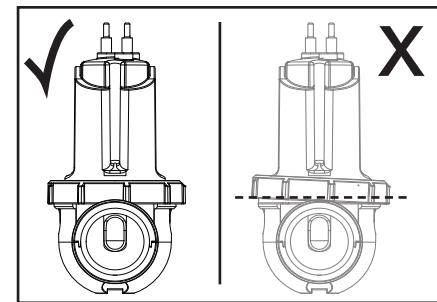

Figura 15. Nivel del anillo asegurador
**NOTA** Asegúrese de que el anillo este a nivel al engancharlo con el enroscado de la abrazadera (ver Figura 15).